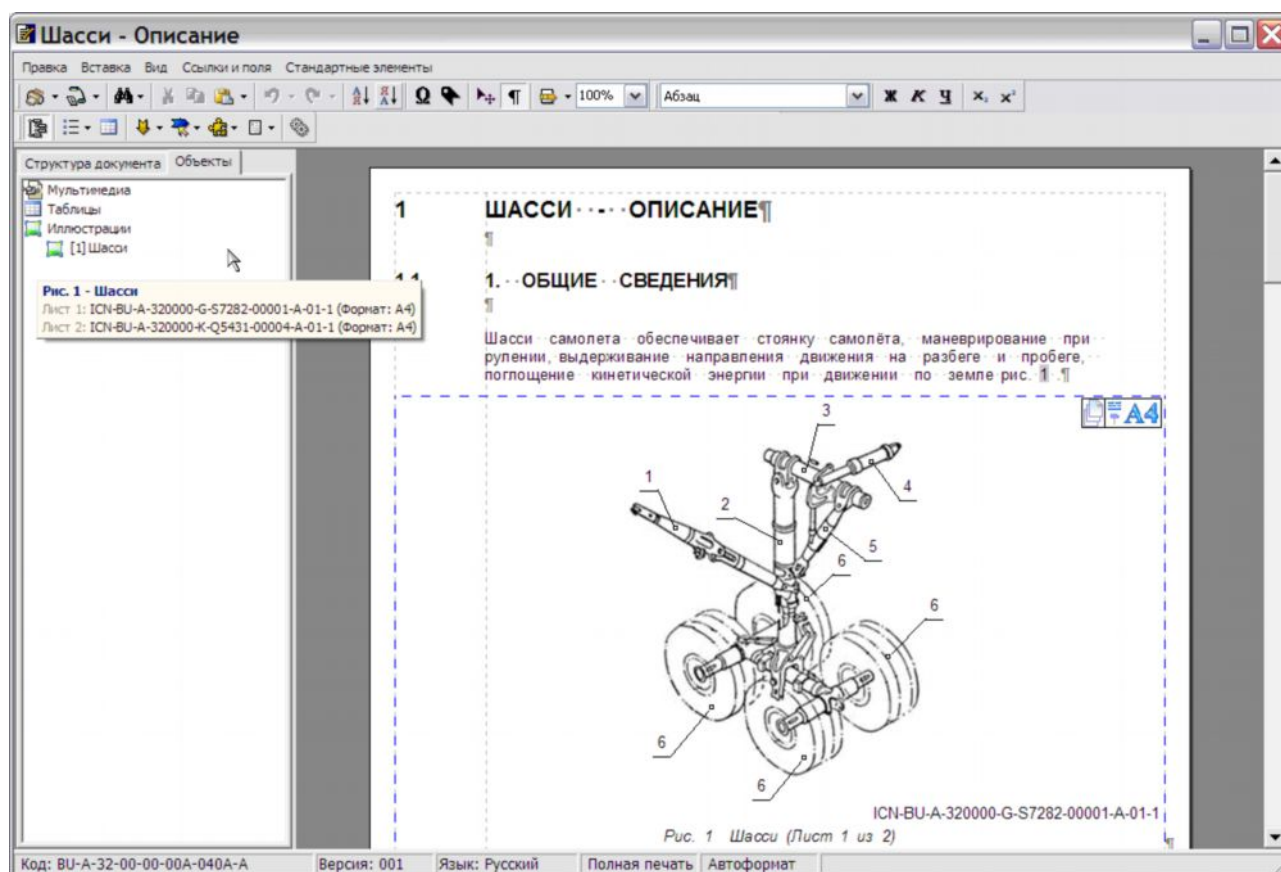

Рис. 3.185
2. На вкладке **Объекты** в списке объектов **Иллюстрации** найдите название созданной иллюстрации «Шасси» (Рис. 3.185). При наведении курсора мыши на название иллюстрации появляется всплывающая подсказка по всем листам иллюстрации (Рис. 3.185). Подсказка видна, пока курсор находится на названии иллюстрации. Аналогичная подсказка появляется во всех редакторах, работающих с иллюстрациями.